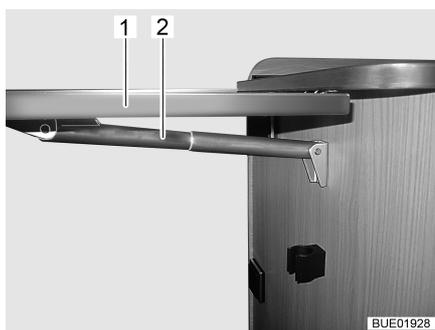

Fig. 30 Mesa de bar plegable
- Agarrar la parte inferior de la mesa de bar plegable (Fig. 30,1) y extraer la misma del engatillado tirando ligeramente.
- Girar el tablero de la mesa hacia arriba hasta que se active la fijación del soporte telescópico (Fig. 30,2). Soltar el tablero de la mesa.